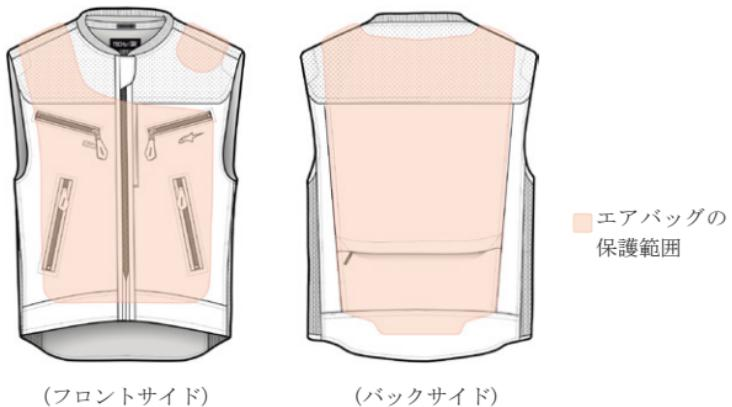

図2：エアバッグの保護範囲
本システムには、図2に示す領域をカバーするバッグが装備されており、事故やその他の誘因となる事象が発生した場合に、本システムを装着しているユーザー（ライダーおよび同乗者）を保護します（）。このユーザー・マニュアルで後述するように、本システムが提供できる保護機能には制限があることに注意してください（セクション3.2およびセクション4「使用の制限」を参照）。
**警告！** 警告本システムは、図 2 に示されるエアバッグ保護範囲内の力に対する限定的な衝撃保護のみを提供します。本システムが、エアバッグがカバーする領域内および/または領域外、あるいは保護範囲内の負傷（重傷または致命傷を含む）を防止することを保証するものではありません。